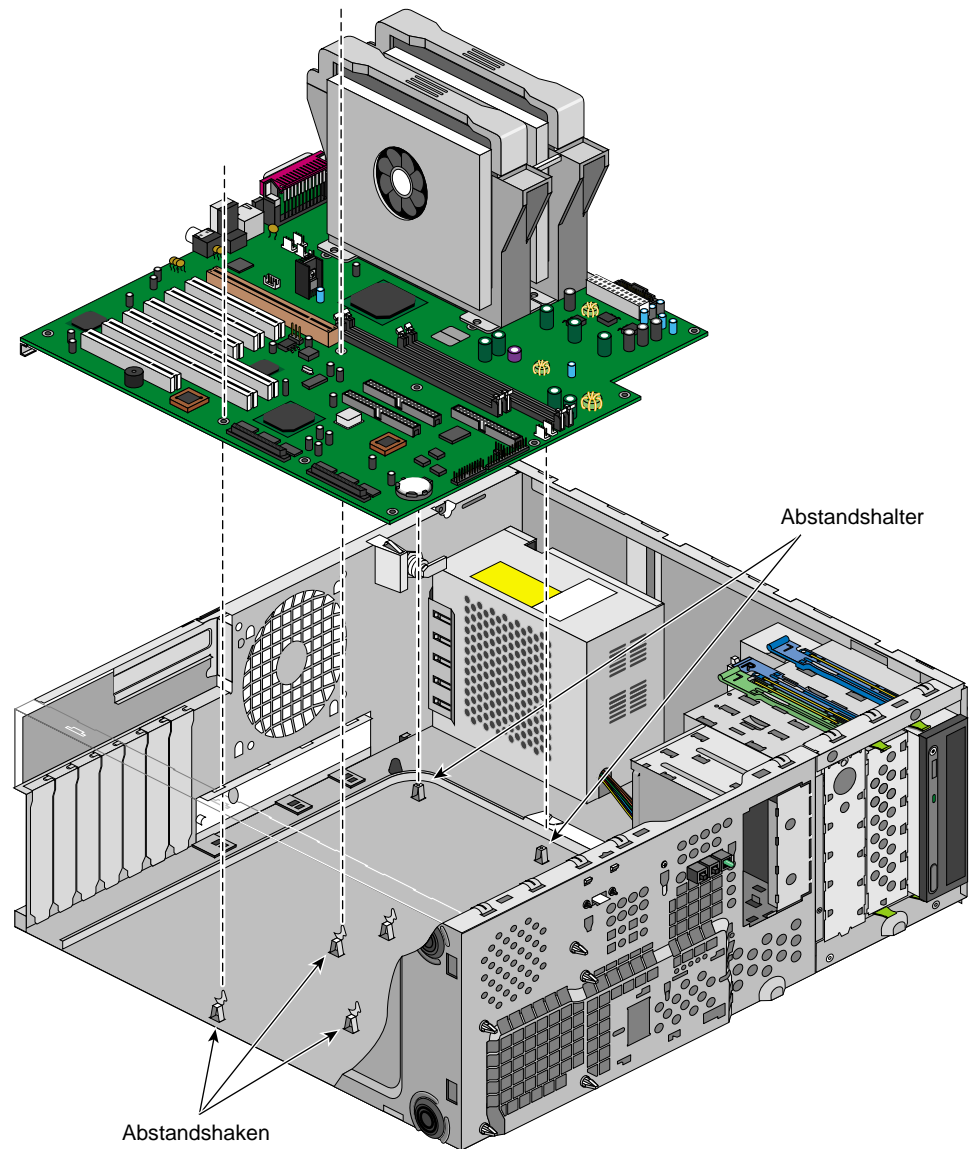

Abbildung 2-30 Aufsetzen der Systemplatine auf die Abstandshalter und Abstandshaken
8. Lösen Sie die beiden Schrauben der Abstandshaken an der Oberseite der Systemplatine. Die Lage dieser Schrauben geht aus Abbildung 2-30 auf Seite 55 hervor.
4. Setzen Sie die Systemplatine so auf die Abstandshaken, dass sich diese in die entsprechenden Löcher in der Systemplatine einführen lassen. Abbildung 2-30 veranschaulicht das Vorgehen.